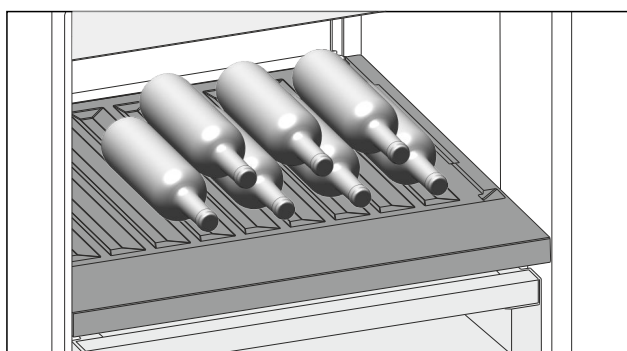

Fig. 165 Ilustrační zobrazení
- Láhve ukládejte dnem dozadu k zadní stěně. (viz Fig. 165)